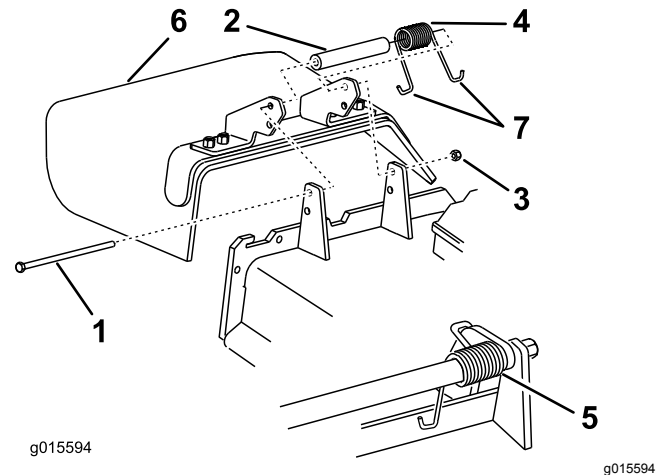

Figure 23
4. Retirez le contre-écrou, le boulon, le ressort et l'entretoise qui fixent le déflecteur aux supports de pivot (Figure 23).
5. Déposez le déflecteur d'herbe (Figure 23).